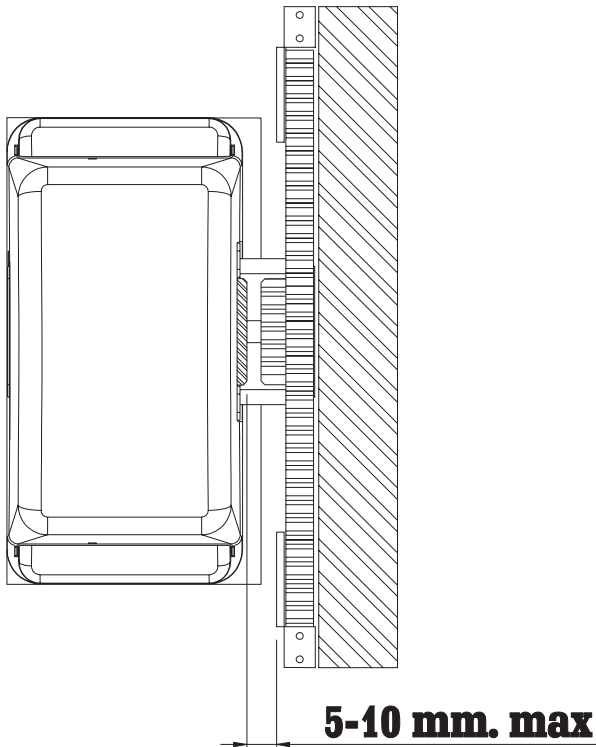

Fig. 11 - Abb. 11
- Nel FCEVO fare attenzione che ciascuna staffa con i magneti sia sufficientemente vicina a finecorsa elettronico in modo da garantire lo stop del motore. **La distanza da tenere tra magneti ed FCEVO deve essere compresa fra i 5 e i 10 mm. (vedi fig 11)**
- Dans le FCEVO, faire attention que chaque patte de support des aimants se trouve suffisamment près du fin de course électronique de manière à garantir l'arrêt du moteur. **La distance à maintenir entre l'aimant et le FCEVO doit être comprise entre 5 et 10 mm. (voir fig. 11)**
- En el FCEVO controle que cada una de las abrazaderas con los magnetos se encuentre suficientemente cercana al fin de carrera electrónico de forma que garantice el freno del motor. **La distancia que es necesario mantener entre el magneto y el FCEVO tiene que estar comprendida entre los 5 y los 10 mm. (véase fig. 11)**